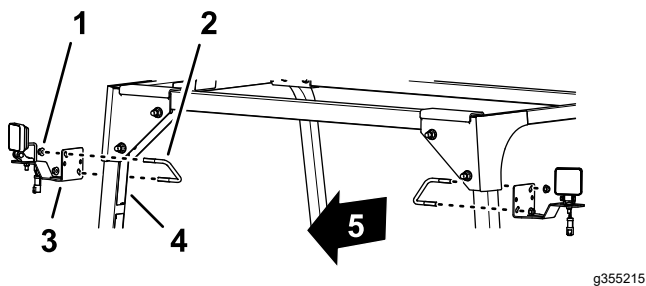

图 7
1. 如图 7 所示用 U 形螺栓 $\frac{3}{8}$ x $3\frac{1}{2}$ x 2-13/16 英寸和凸缘锁紧螺母 $\frac{3}{8}$ 英寸将 LED 灯和支架组装到后 ROPS 管上。